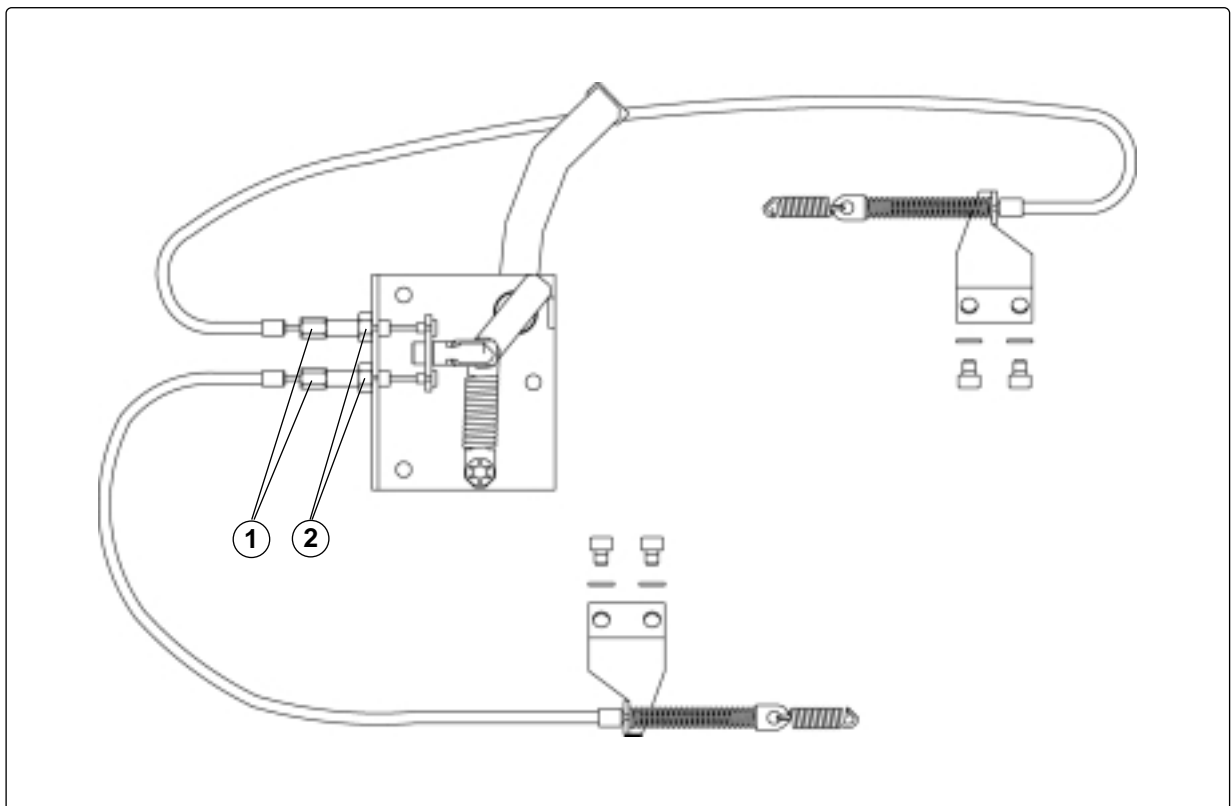

Abb. 16. Bremsentriegelungsmechanismus
3. Lösen Sie die Gegenmutter, siehe Abb. 16:2.
4. Schrauben Sie die Justierschraube ganz ein, siehe Abb. 16:1.